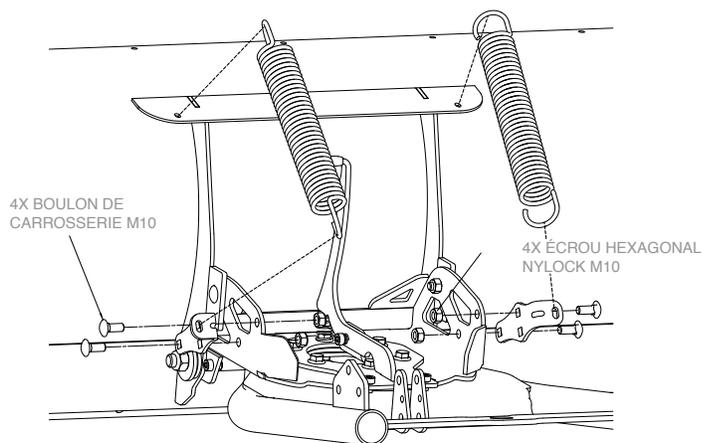

Figure 4 : Assemblage des cordes du chasse-neige
5. Attachez le ressort à la nervure horizontale de la lame et au crochet prévu à cette fin sur le support. Fixez le support à la base du chasse-neige à l'aide d'un boulon de carrosserie M10 passant par le carré inférieur du support. Terminez avec un écrou de blocage de 10 mm, et assurez-vous que le support du ressort soit bien appuyé contre la base du chasse-neige mais peut toujours pivoter. Pour précharger les ressorts du chasse-neige, utilisez une clé à cliquet de 3/8 po ou une barre de force pour pousser le support du ressort vers le bas. Fixez le tout à l'aide d'un boulon de carrosserie M10 et d'un écrou de blocage de 10 mm. Consultez la Figure 4.